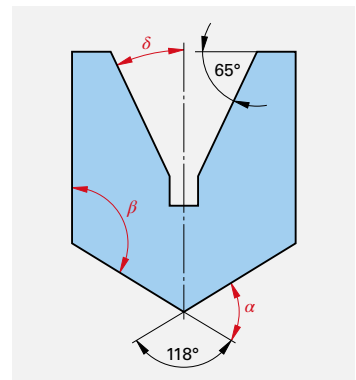

Bild 4: Schablone
- Schablone (Bild 4).** Die Winkel α , β und γ der Schablone sind mithilfe der Winkel 65° und 118° zu berechnen.